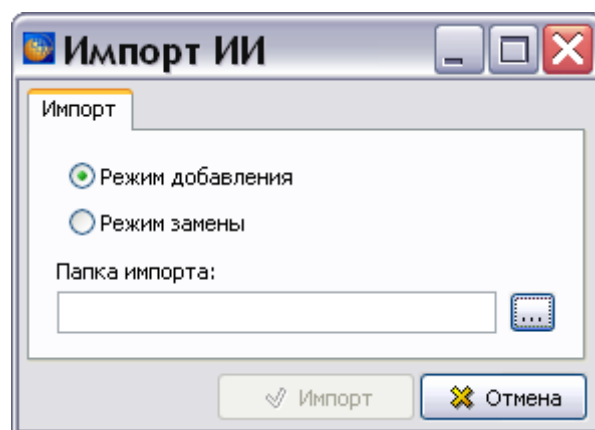

Рис. 20.12
1. В окне **Журнал извещений** нажмите на кнопку **Импорт** . При этом появится окно **Импорт ИИ** (Рис. 20.12).